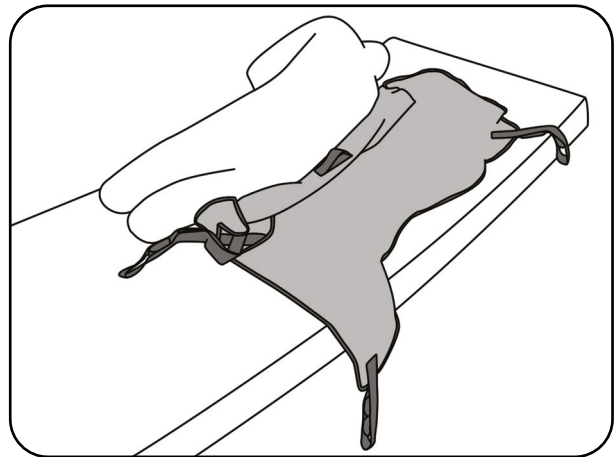

Abb. 8.3.01 - Liftergurt hinter dem Rücken des Patienten positioniert
5. Falten Sie den Liftergurt in der Hälfte zusammen und legen Sie ihn hinter den Rücken des Patienten. Das aks-Logo kennzeichnet das Kopfende. Die Unterkante liegt in Höhe der Kniekehlen des Patienten (Abb. 8.3.01).